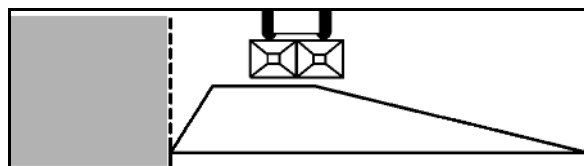

Fig. 61
1. Grænsespredning ifølge gødningsforskrifterne (Fig. 61):